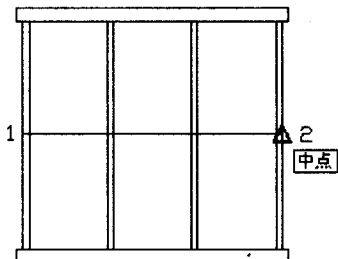

图 1-14 绘制辅助线
(3) 使用【直线】工具, 绘制辅助线如图 1-14 所示。